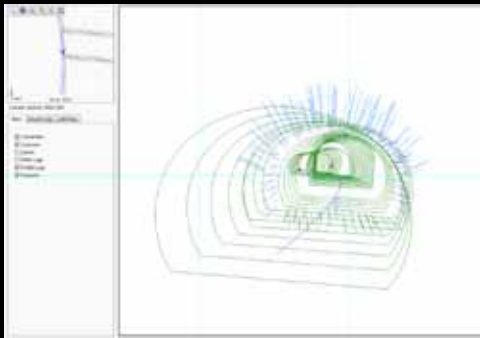

Fig 1
**Fig 1 muestra una imagen 3D de un túnel/galería, importada directamente de un sistema CAD compatible con IREDES.**